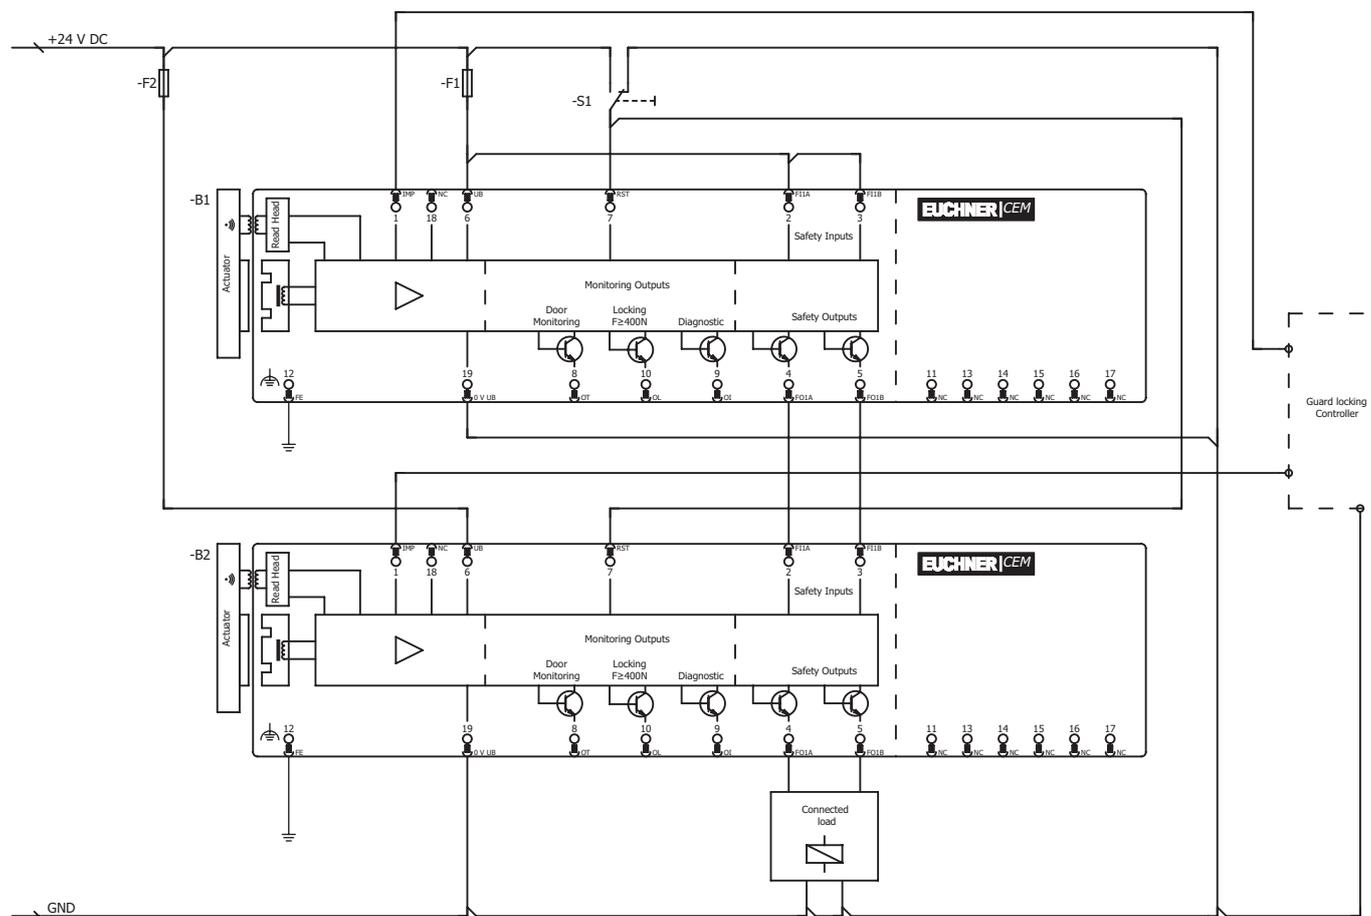

Figure 6 : Exemple de raccordement pour utilisation en série dans un système CEM-AR
- › Il faut utiliser un signal commun pour tous les interrupteurs en série. Cela peut être un inverseur ou encore la sortie d'une commande/d'un automate. Un bouton ne convient pas car la réinitialisation en cours de fonctionnement doit toujours être sur GND (voir l'interrupteur S11 à la Figure 6 à la page 17).
Pour que cela soit possible, l'entrée RST doit être connectée comme indiqué sur la *Figure 6 à la page 17*.